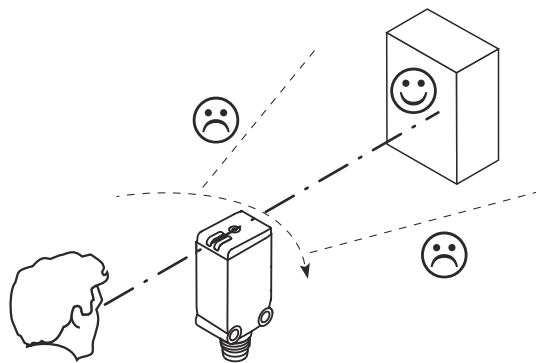

Figura 4: Allineamento del sensore
3. Allineare il sensore con l'oggetto. Selezionare la posizione così che il raggio di luce rosso emesso colpisca il centro dell'oggetto. È necessario assicurarsi che l'apertura ottica (frontalino) del sensore sia completamente libera. v. figura 4, pagina 84